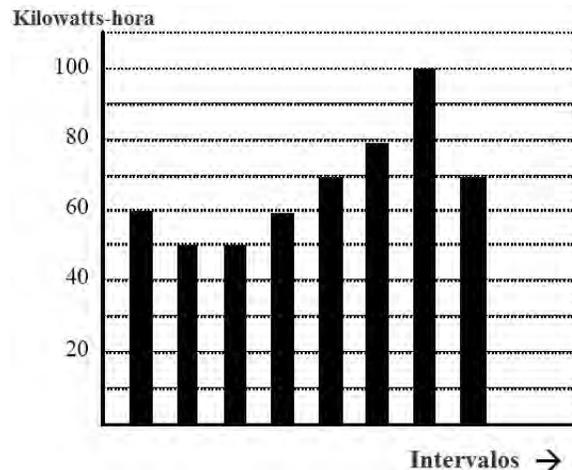

Figura 1.8, Uso de Energía y Demanda
- La figura 1.8 muestra otro ejemplo de energía y de demanda. En este caso, cada barra representa la energía consumida en un intervalo de 15 minutos. El uso de la energía en cada intervalo cae típicamente entre 50 y 70 kWh. Sin embargo, durante dos intervalos la energía se eleva bruscamente y presentan picos de 100 kWh en el intervalo número 7. Este pico de uso dará lugar a fijar una lectura de alta demanda. Para cada intervalo demostrado el valor de la demanda deberá ser cuatro veces la lectura indicada de la energía. Entonces el intervalo 1 tendrá una demanda asociada de 240 kWh/hr ó 240 kWd. El intervalo 7 tendrá un valor de demanda de 400 kWh/hr ó 400 kWd. En los datos mostrados, éste es el valor pico de demanda y sería el número que fijaría el cargo por demanda en la factura de la compañía suministradora.